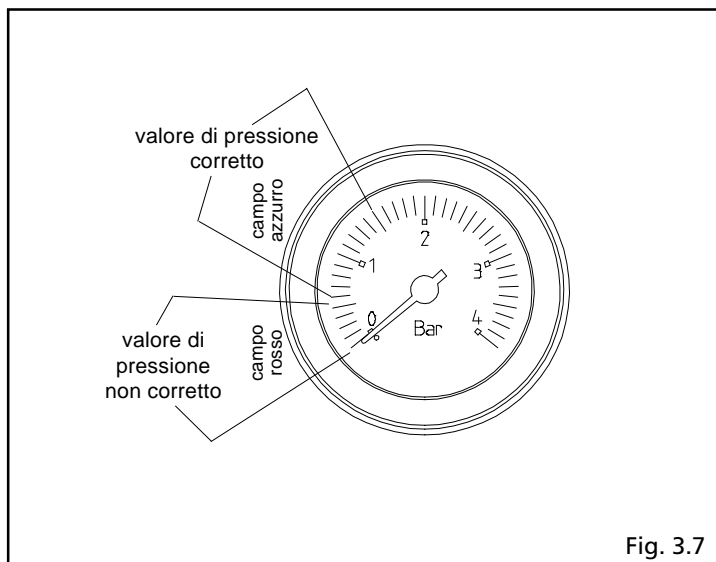

Fig. 3.7
- aprire di due o tre giri il tappo della valvola di sfogo aria automatica (A)
- accertarsi che il rubinetto entrata acqua fredda (B) sia aperto
- aprire il rubinetto di riempimento (C) fino a che la pressione indicata dall'idrometro arrivi a circa 1 bar (fig. 3.7).